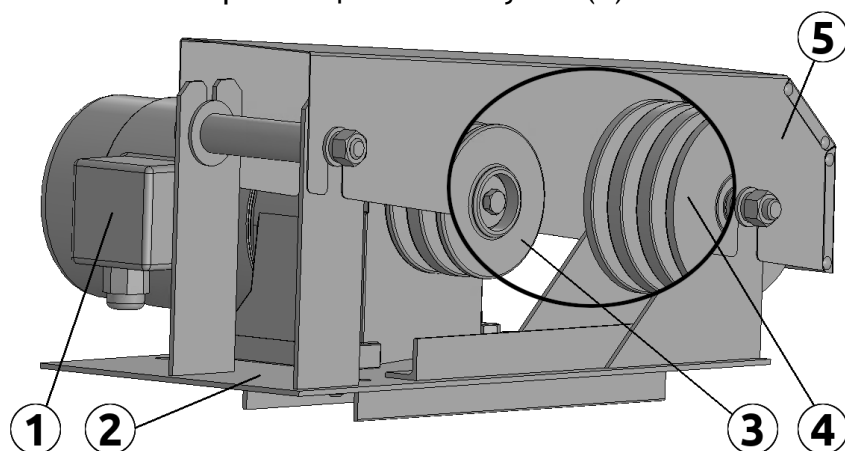

Рисунок 3.13
Привод раздатчика кормов (рис. 3.13) - это мотор-редуктор (1), установленный на корпусе (2). На выходном валу мотор-редуктора установлен приводной шкив (3). Приводной шкив вместе с вспомогательным шкивом (4) образуют пару типа полиспаста, через которую канату передается крутящий момент для перемещения мобильной тележки. Узел накрыт защитным кожухом (5).